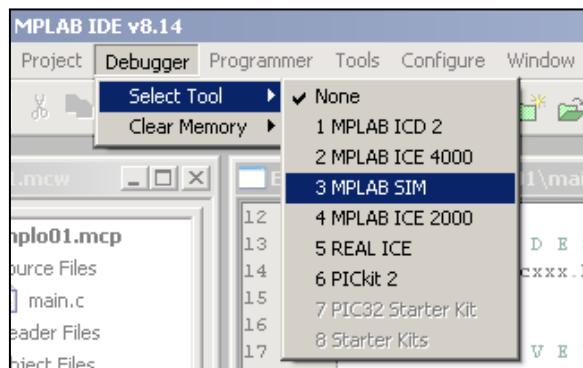

Figura 3.54 - Selecionando o simulador MPLAB.
- 1) Você pode acompanhar a simulação do programa criado e verificar o seu funcionando através do “MPLAB SIM”. Trata-se de uma ferramenta muito útil para a identificação e eliminação de erros (*bugs*) em seu código. Para isso clique no menu “**Debugger**” e escolha a opção “**Select Tool**”. Em seguida, selecione a opção “**MPLAB SIM**” (esse é o simulador integrado ao MPLAB). (ver Figura 3.54)